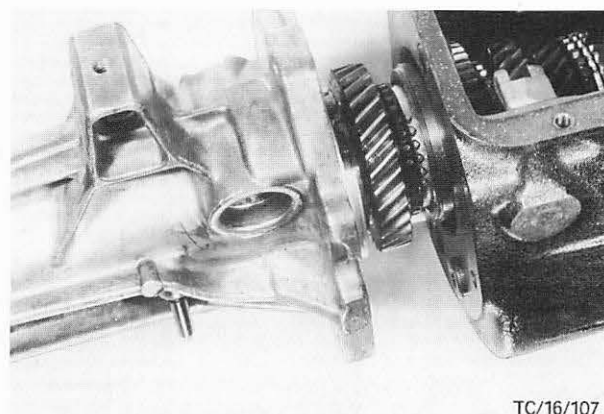

Abb. 87 Komplette Getriebeverlängerung aus dem Gehäuse ziehen
13. Getriebeverlängerung mit Hauptwelle komplett aus dem Getriebegehäuse ziehen. Abb. 87. Anschließend Nadellager-Antriebswelle herausnehmen.